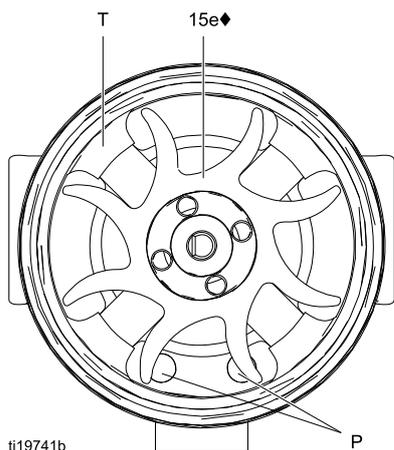
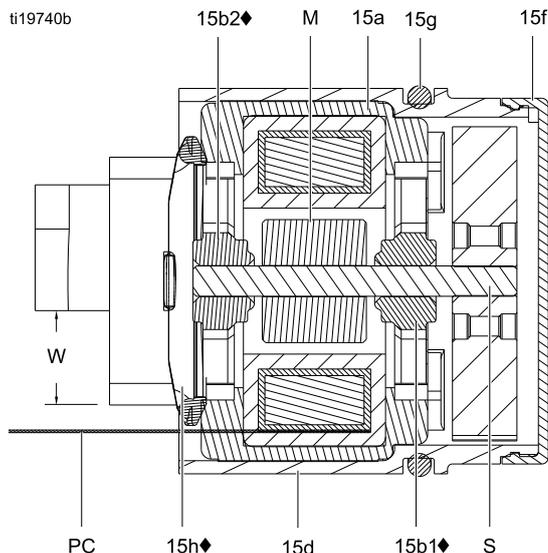

Figure 34 Orientação da ventoinha
Figure 35 Secção cruzada do alternador
12. Segure o conjunto da bobina (15a) numa bancada de trabalho com a secção da ventoinha para cima. Instale a ventoinha (15e♦) na secção comprida do veio (S). As lâminas da ventoinha devem estar orientadas conforme apresentado.
13. Pressione, com cuidado, o conjunto da bobina (15a) para a frente do compartimento (15d♦). O conector de 3 fios (PC) deve ser posicionado abaixo da ranhura maior (W) das abas do compartimento, de acordo com a Fig. 35. Verifique se os pinos de alinhamento na bobina (P) estão posicionados como se vê na Fig. 34.
14. Rode a ventoinha (15e) de modo a que as lâminas desimpeçam as quatro abas da chumaceira (T) na traseira do compartimento (15d). Certifique-se de que as lâminas da chumaceira inferior (15b1♦) ficam alinhadas com as abas.